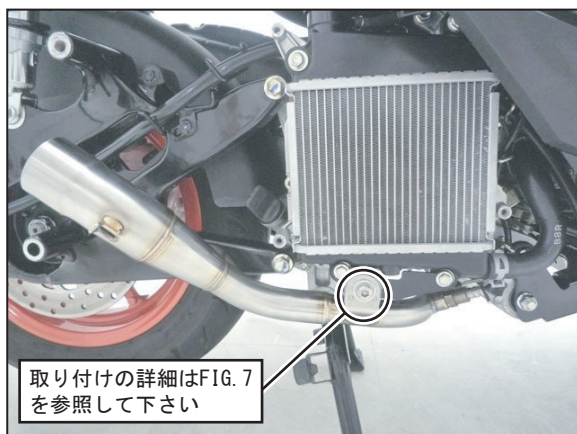

FIG. 6
5. ①エキゾーストパイプのステーを⑤エキゾーストパイプステーに⑧キャップボルトM8×20、⑩平ワッシャM8×22、⑬フランジナットM8を使用して仮締めして下さい。(FIG. 6, 7 参照)